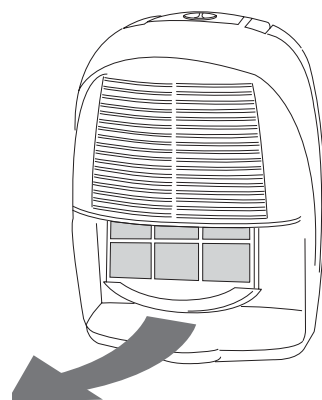

fig. 4
- Per togliere il filtro dell'aria, rimuovere la tanica ed estrarre il filtro tirandolo verso il basso (fig. 4).